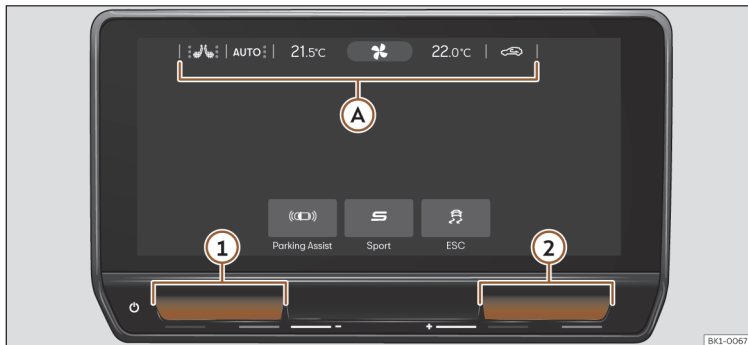

Abb. 91 Schematische Darstellung: Klimatisierungsfunktionen
» **Abb. 91 A**, (auch wenn es deaktiviert ist), in dem die folgenden Klimatisierungsfunktionen enthalten sind:
» **Abb. 91**.
Durch Antippen des Symbols  der Klimazeile»» **Abb. 91**  wird das Menü der Sitzheizung geöffnet.
- Die Heizstufe der Sitzheizung kann auch durch Tippen mit **zwei** Fingern auf die Touchslider»» **Abb. 91**  oder  (linker oder rechter Sitz) eingestellt werden.